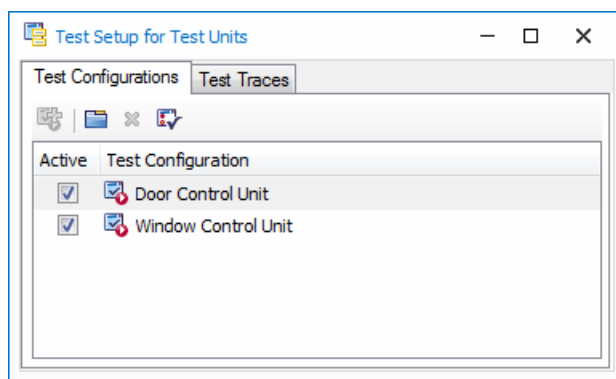

图 3.17 Test Setup for Test Units 窗口
(1) Test Setup for Test Units（测试单元测试设定）窗口：用于管理 CANoe 配置中的 Test Configurations 和 Test Traces 选项卡，如图 3.17 所示。